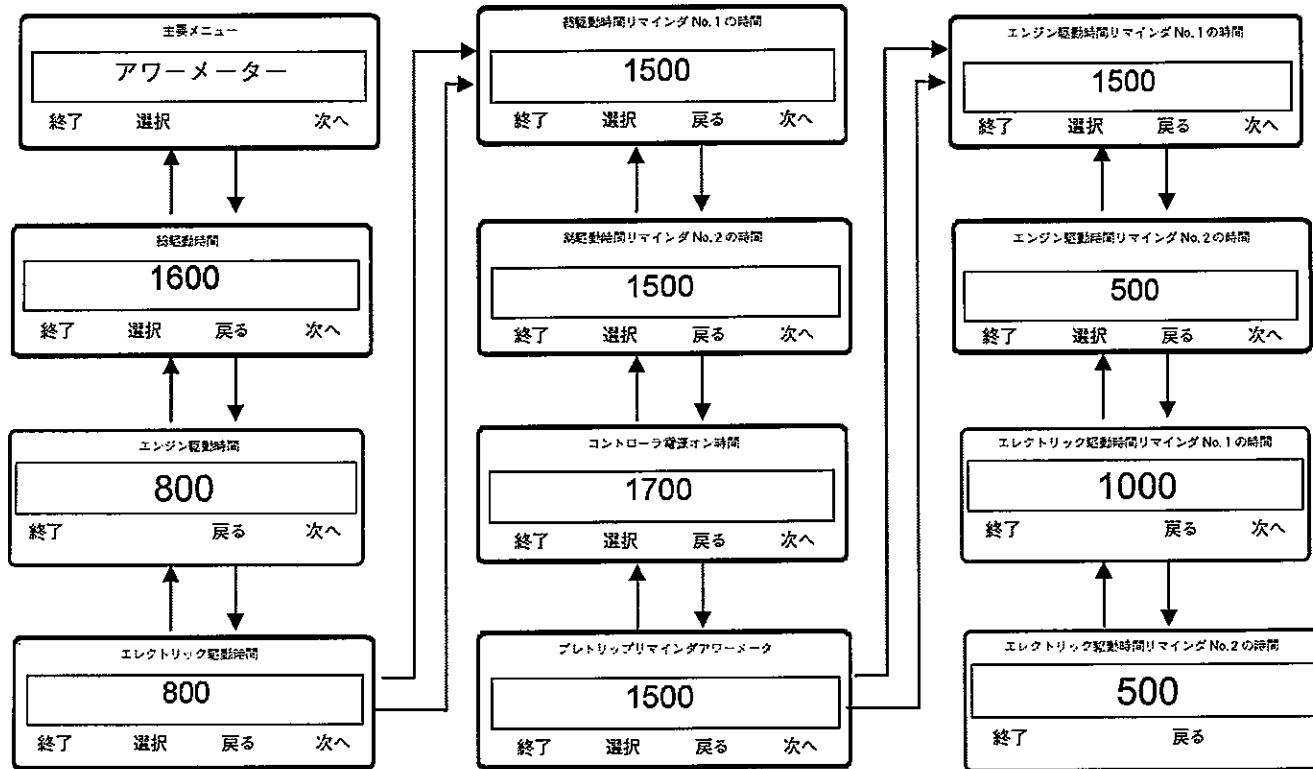

図44：アワーメーター確認のスクリーン・シーケンス
3. アワーメーター・メニューが現われるまで、次へソフト・キーを押してください。図44を参照してください。